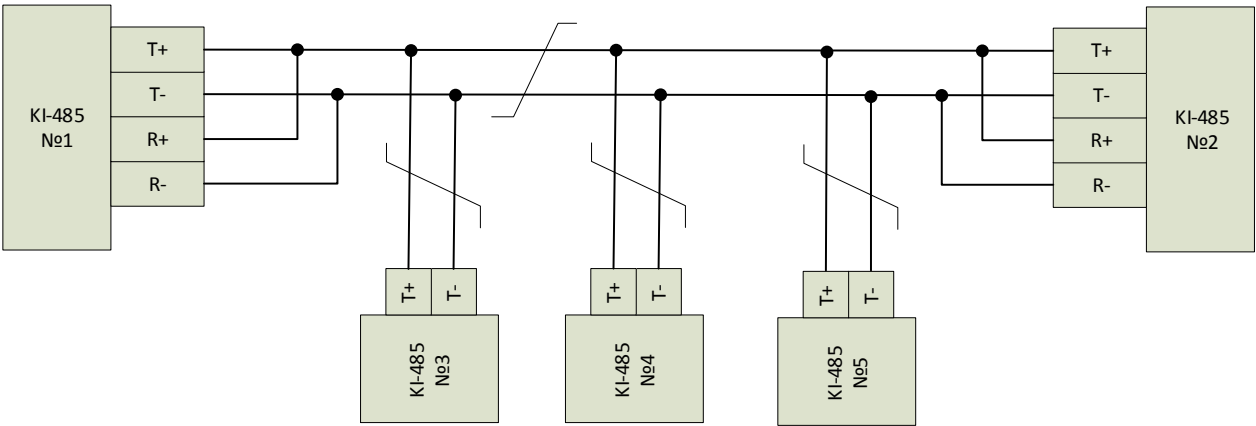

Рисунок 5
- Для подключения по схеме, приведенной на рис.5, на изделиях должны быть установлены перемычки в следующих положениях (описание перемычек: см. приложение В):